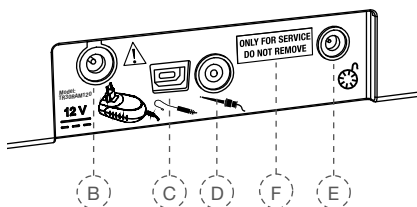

Fig. 3 Anslutningar, sedd bakifrån
USB-porten (fig. 3, F) används för att installera programuppdateringar eller vid underhållsarbete. Den här porten används endast av auktoriserad servicepersonal och är vid leverans övertäckt med etiketten "ONLY FOR SERVICE DO NOT REMOVE" (Endast för service – får ej avlägsnas). Etiketten får endast avlägsnas av servicepersonal.
3. Anslut nätdelens kabel till uttaget (fig. 3, B) på baksidan av enheten.
8. Anslut fotomkopplarkabeln till uttaget (fig. 3, E) på styrenhetens baksida.
10. Anslut läppclipskabelns stickkontakt till uttaget (fig. 3, C) på baksidan av styrenheten.
12. Anslut filklämskabelns stickkontakt till uttaget (fig. 3, D) på baksidan av styrenheten.